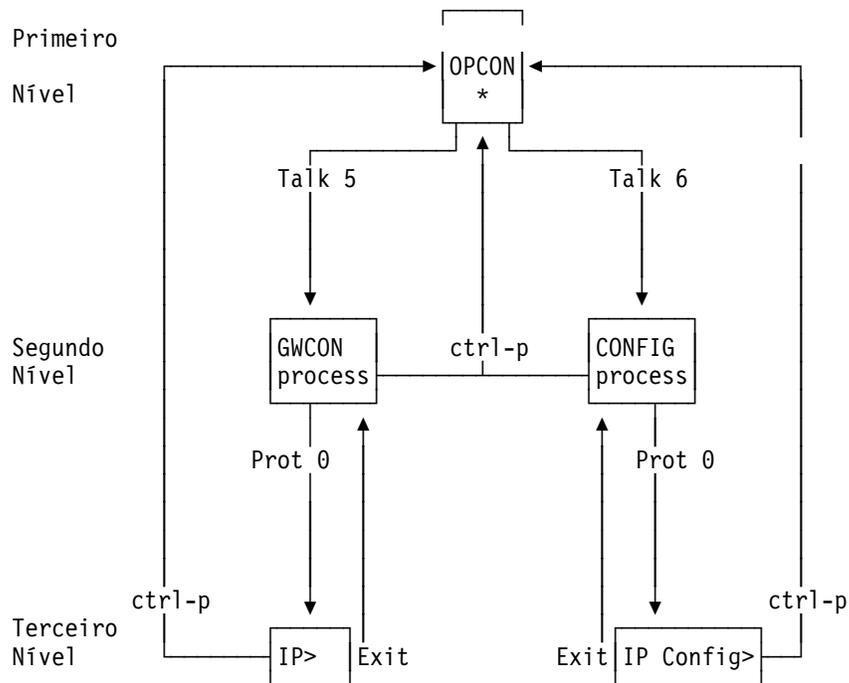

Figura A-1. Estrutura da Interface de Linha de Comandos com o comando do protocolo (Prot) como exemplo
**Resposta** A estrutura da interface está mostrada na Figura A-1 na página A-5.